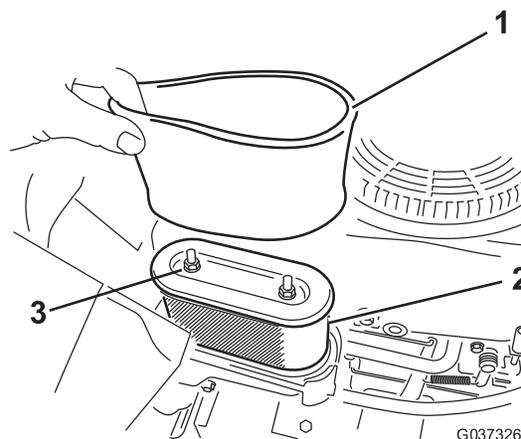

Рисунок 17
4. Выверните две гайки крепления фильтра в сборе к корпусу (Рисунок 17).
1. Установите фильтр из пеноматериала на бумажный фильтр (Рисунок 17).
3. Прикрепите фильтр в сборе к корпусу с помощью двух гаек (Рисунок 17).